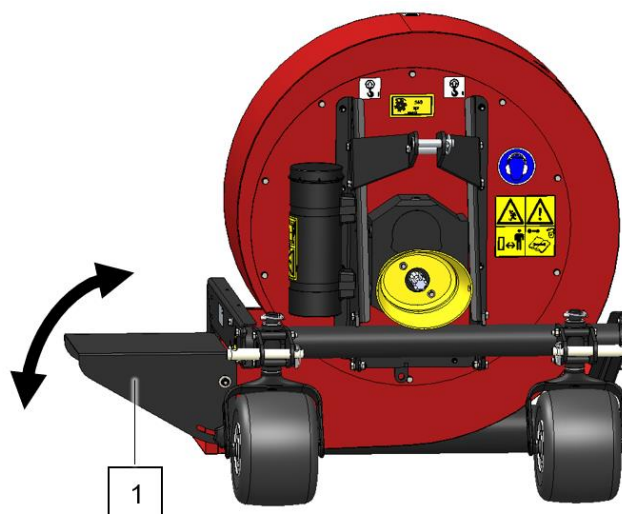

Fig. 9
In plaats van de omkeerbocht kan er ook gebruik gemaakt worden van de meegeleverde uitblaasklep ((1) Fig. 9). In tegenstelling tot de omkeerbocht is er nu slechts aan een zijde van de machine een luchtstroom mogelijk. Wel kan de luchtstroom in het verticale vlak gereguleerd worden door het verstellen van de klep.